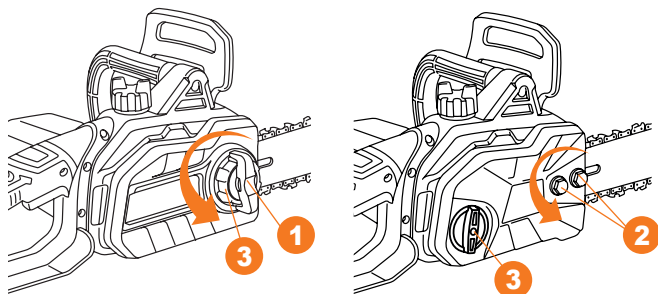

Рис. 3
- Снимите боковую крышку открутив ручку **1** **DACS 1950E** или болты **2** **DACS 1900E** фиксации против часовой стрелки (Рис. 3).